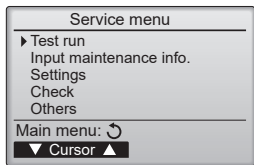

Fig. 7-1
- Seleccione "Test run" (Modo prueba) desde el Menú principal, y pulse el botón [ACEPTAR]. (Fig. 7-1)